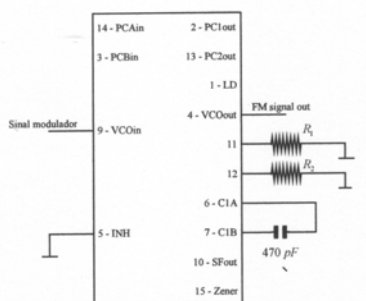

Figura 3 - Cálculo da gama dinâmica do VCO.
- Montar o circuito da Figura 3, utilizando os valores de  $92\text{ k}\Omega$  para  $R_1$  e de  $47\text{ k}\Omega$  para  $R_2$ . Alimentar o integrado com  $+5\text{ V}$ .
- Repetir o passo 3.1 com o segundo integrado usando o circuito da Figura 3, agora com as resistências R1 e R2 a valerem 33 kΩ e 68 kΩ, respectivamente. Registrar da observação no osciloscópio, as frequências  $F_{\min}$  e  $F_{\max}$ , e calcular a constante de desvio de frequência respectiva.